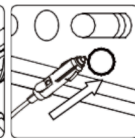

Rys. 2
- * Zamontuj na drugim końcu węża odpowiednią końcówkę pasującą do zaworu pompowanego przedmiotu (13), następnie umieść wąż z końcówką w zaworze i ściśle docisnij lub przekręć by go zamocować (rys. 2).